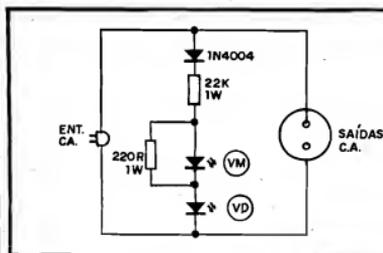

Fig.1
- FIG. 1 - O CIRCUITO - Alguns de Vocês poderão até "resmungar", dizendo: "- Mas isso não chega a ser um circuito...!". Acontece que é **sim**, um CIRCUITO! Pela própria significação ortodoxa do termo, "circuito" quer dizer "círculo", percurso fechado a ser percorrido - no caso - pela Corrente elétrica! O conjunto elementar de componentes da TITE "fecha" os dois "polos" da C.A., através de um arranjo série/paralelo que inclui apenas um diodo, dois resistores e dois LEDs... O diodo está lá para proteger previamente os LEDs, uma vez que estes devem trabalhar sob polarização unidirecional (seriam danificados se recebessem também os semi-ciclos de polaridade reversa, da C.A.). Garantia a transformação da C.A. numa C.C. pulsada (pela ação do dito diodo), os dois LEDs, um verde e um vermelho, são "empilhados", em série, sob a proteção básica do resistor de 22K x 1W, que limita a Corrente total a valores aceitáveis pelos diodos emissores de luz... Um segundo resistor, no valor de 220R x 1W, em paralelo com o LED vermelho, estabelece um "degrau" de Tensão (calculado em função das quedas de "voltagem" naturais aos LEDs e também do valor do resistor de 22K...) de forma que, estando o conjunto sob 110 VCA, apenas o LED verde "perceberá", entre seus terminais, os necessários 2 volts (em torno disso) para o seu acendimento (entre anodo e catodo do LED vermelho não haverá, no caso, Tensão suficiente para o acendimento do dito cujo...). Já com o conjunto submetido a C.A. de 220V, a ação divisora do conjunto proporcionará, a ambos os LEDs, a necessária diferença de Potencial para que os dois acendam! A indicação, então, é feita de forma absolutamente clara e... "luminosa" (desculpem-se a obviedade...)! Não será preciso nenhum "curso" ou "treinamento" para interpretar, até intuitivamente, as indicações: sob 110V acende apenas o LED verde, e sob 220V acendem ambos os LEDs! O dreno médio total de